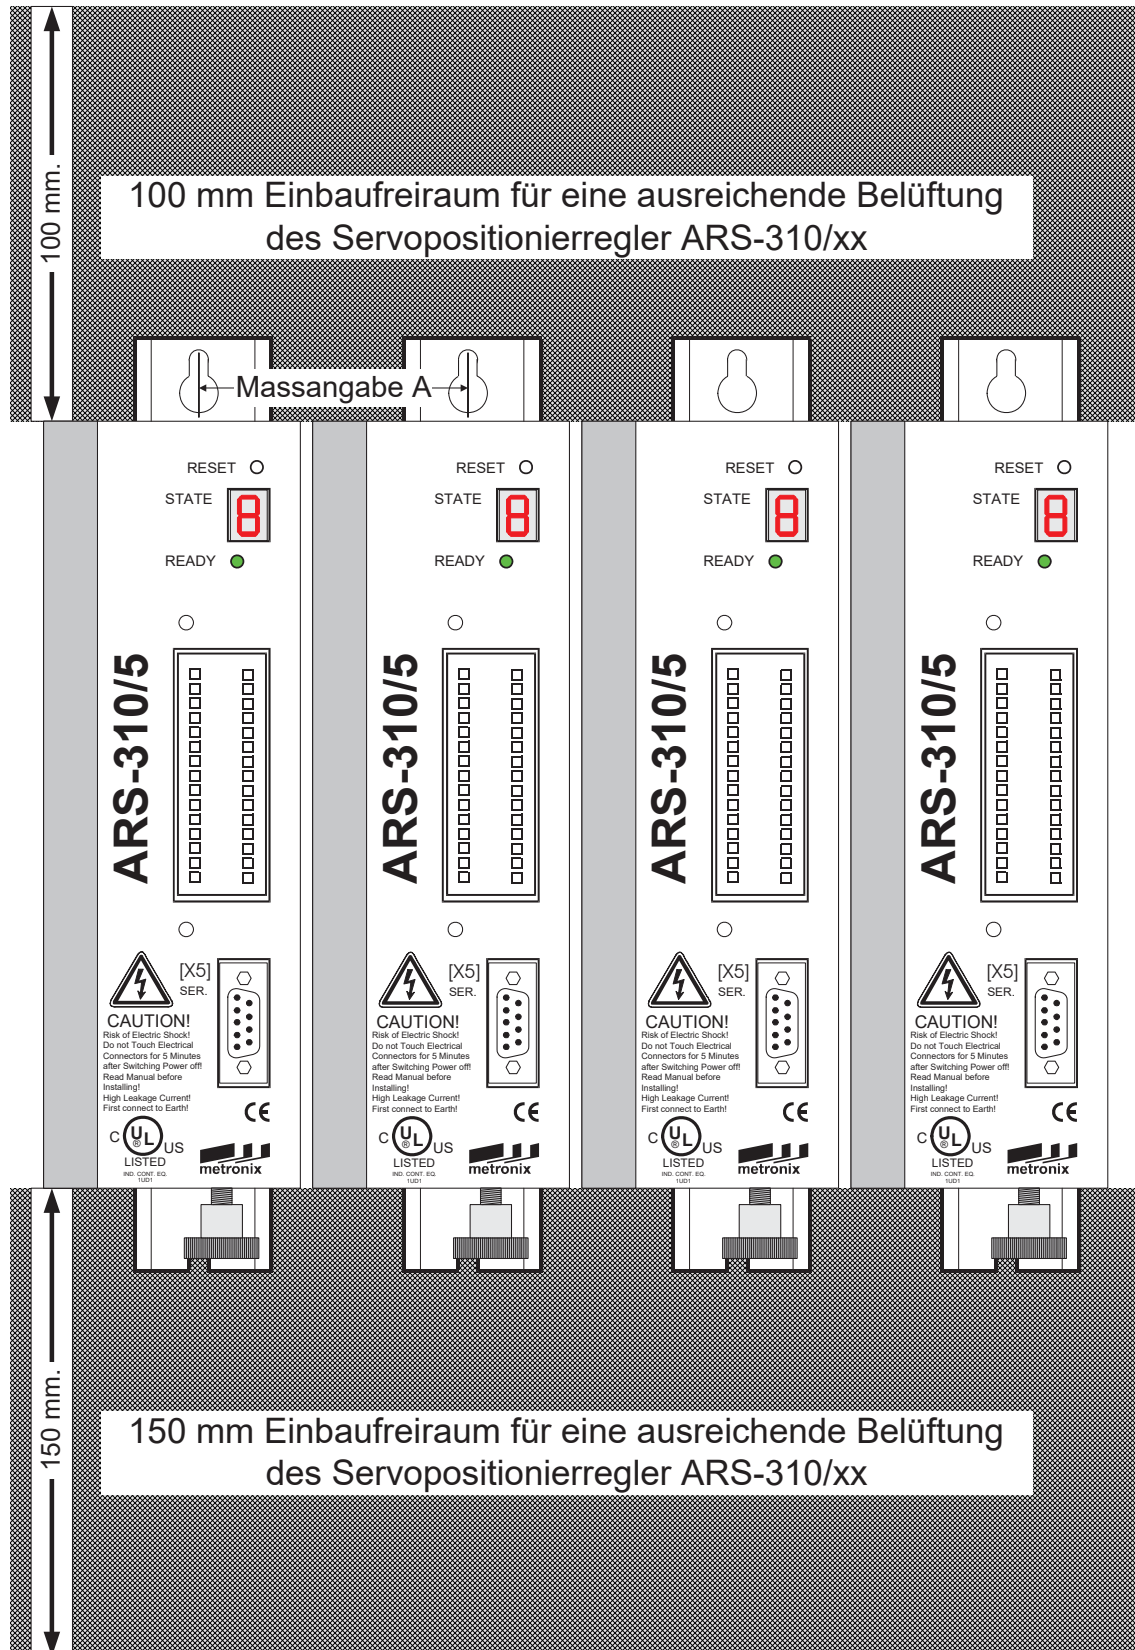

Abbildung 4: Servopositionierregler ARS-310/5 (UL): Einbaufreiraum
- ❖ Bei hoher thermischer Beanspruchung der Servopositionierregler wird ein Befestigungsabstand (Massangabe A in der nachfolgenden Abbildung 4) für den Servopositionierregler
- ARS-310/5 (UL) von 75 mm